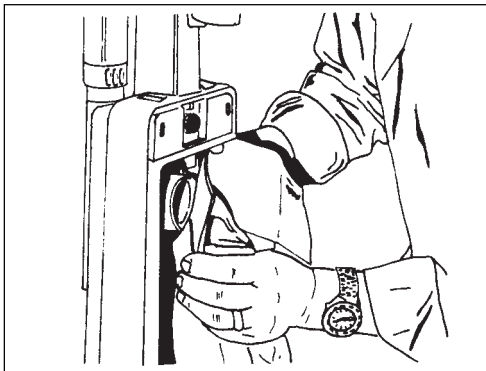

Figure 14
- c. Put the opening in the cardboard inlet over the bag adapter. See figure 14.
- c. Introduisez l'ouverture du collet en carton sur le support. Voir figure 14.